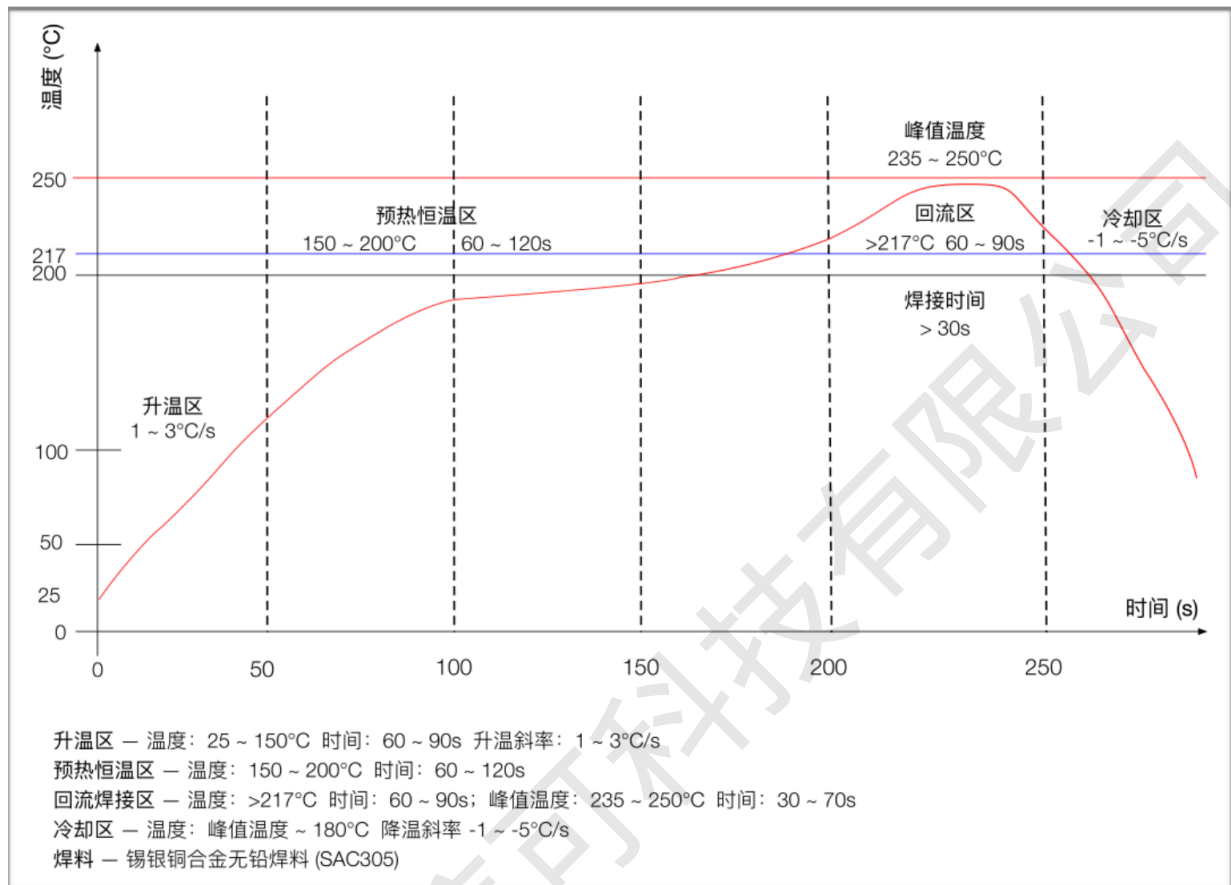

图 14 回流焊曲线图
1) 用户如果在模组外围把 AT 串口 RXD 与 WAKEUP 连接，并且 WAKEUP 同时使能了唤醒功能(模组串口 1 的 RXD 本身具有 WAKEUP 功能)，这时模组 RXD 不能使用三极管电平转换电路，否则会出现异常唤醒，无法休眠的情况。NB 芯片 RXD 脚有防倒灌设计，MCU TXD 电压范围如果在 1.8~3.6V 内可以采用（如图 14 所示）与模组的 RXD 直连方式解决。